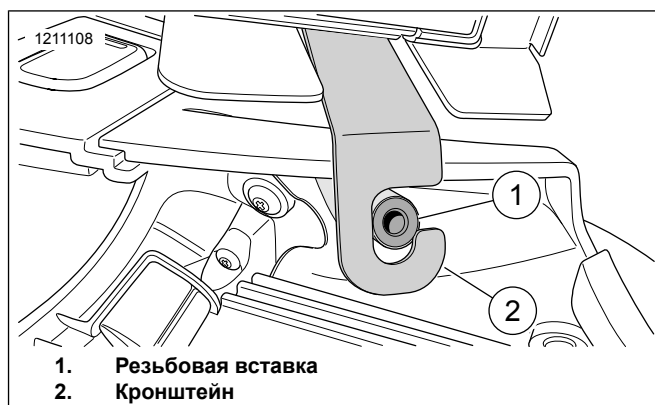

Рисунок 7. Кронштейн и резьбовая вставка (показана левая, правая аналогичная)
- См. рис. 7. Убедитесь, что монтажные кронштейны (2) полностью установлены на резьбовую вставку (1).